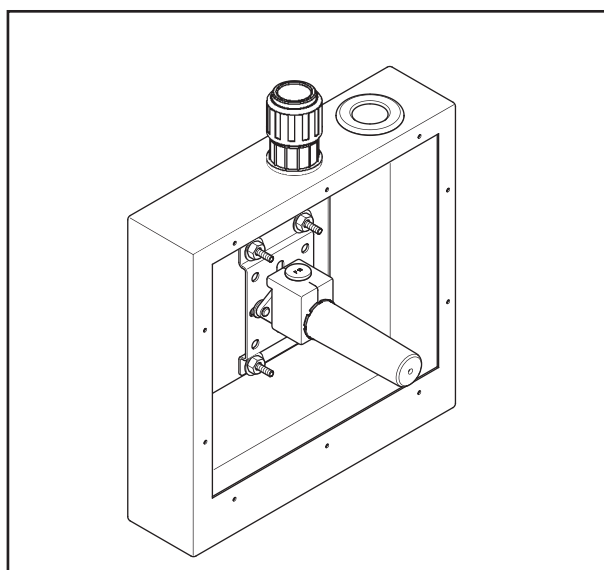

Fig. 6: Förutsättningar för installation
3. Joramark 30207 inbyggnadslåda är öppen (fig. 6).